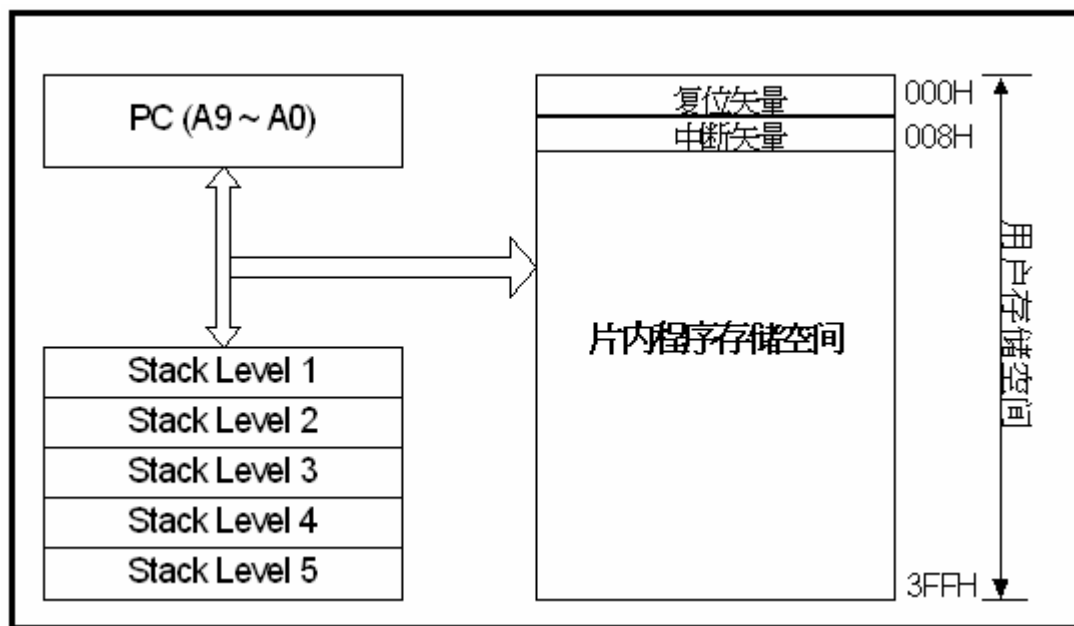

图 6-1 程序存储器结构图
- 基于器件的型号，R2和硬件堆栈都是10位宽的。结构描述如图6-1所示。